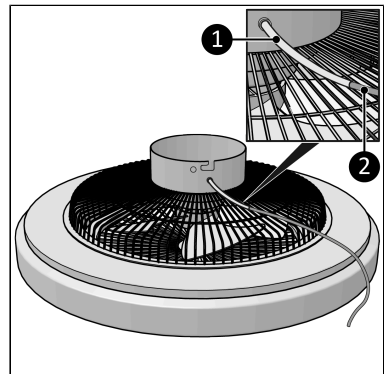

Abbildung 43.
1. Führen Sie das Ende des Verlängerungskabels (Abbildung 43, Pos. 2) durch die Schutzhülle, (Abbildung 43, Pos. 1) durch das Loch des Ventilatorfußes.